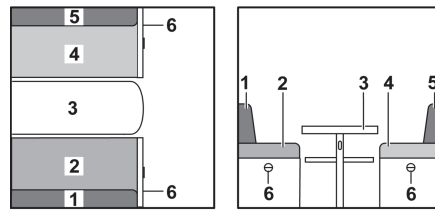

Fig. 122 Avant la transformation
- Agrandir la table (Fig. 122,3) et la transformer en sommier de lit (voir paragraphe 7.8).
- Enlever le coussin de dossier (Fig. 122,1) et le placer de côté.
- Tirer la poignée et ouvrir le portillon (Fig. 122,6).